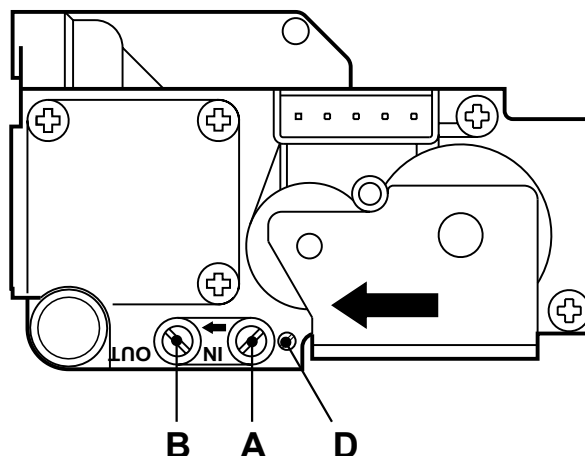

рис. 10 - Газовый клапан
- Подключите надлежащий манометр к контрольной точке **"B"** рис. 10, расположенной после газового клапана.
- Отрегулируйте минимальное давление с помощью регулировочного винта **"D"** рис. 10, поворачивая его по часовой стрелке для уменьшения и против часовой стрелки для увеличения.